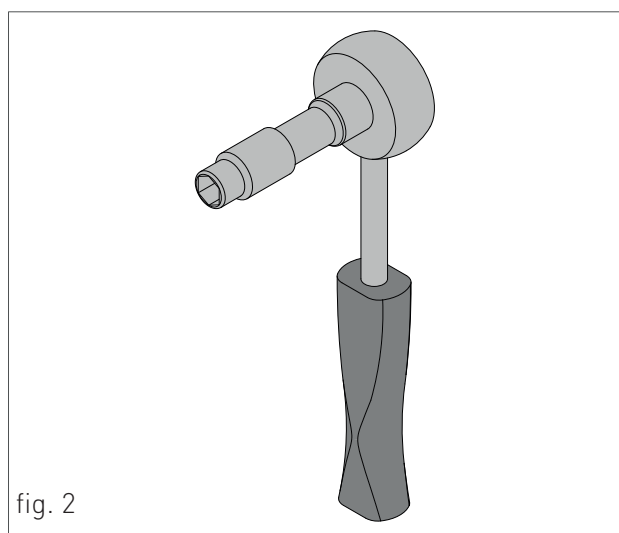

fig. 2
5. SEGNALE FIAMMA PRESENTE / INDICA ANCHE, SU 3 LIVELLI DI PERCENTUALE, IL GRADO DI POTENZA DI MODULAZIONE DELLO SCALDABAGNO (fig.2)